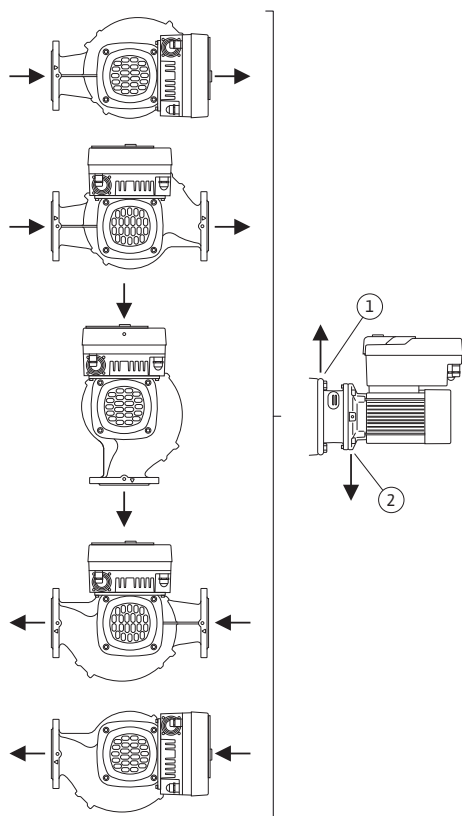

Fig. 17: Tilladte installationspositioner med vandret aksel
- Ved vandret motoraksel er det nødvendigt, at kondensathullet vender nedad (Fig. 17, pos. 2). Det kan være nødvendigt at dreje motoren.